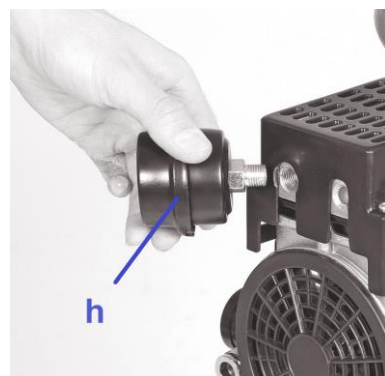

Fig. 4
- Montez le filtre d'admission d'air comme indiqué sur la Fig. 4.